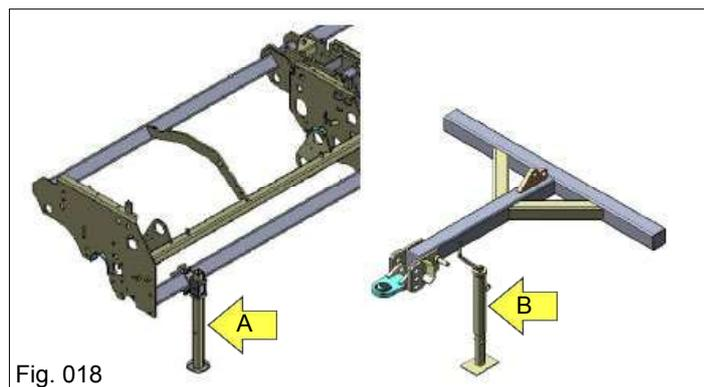
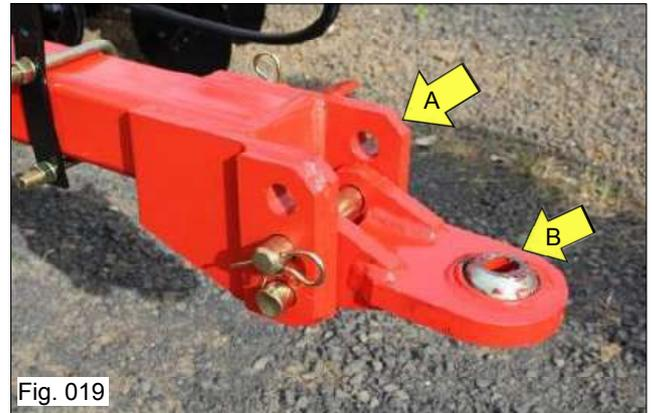

Fig. 018
Fig. 019
Para efetuar o acoplamento da plantadora ao trator, é necessário que os pés de apoio "A" e o levante mecânico "B" (Fig. 018) estejam fixos e apoiados ao solo.
a) Nivele o cabeçalho da plantadora em relação a barra de engate do trator, utilizando o regulador do cabeçalho "A" (Fig. 019) e o levante mecânico "B" (Fig. 018).
A barra de engate do cabeçalho "A" possui três pontos de fixação permitindo acoplar o engate "B" em duas posições, facilitando desta maneira o acoplamento à barra de tração do trator (Fig. 019).